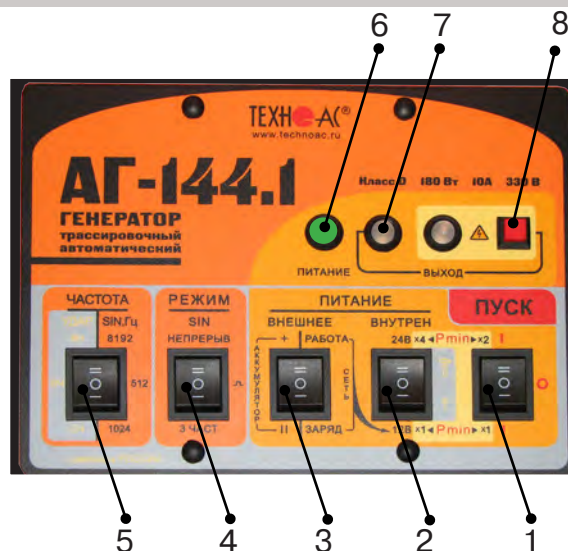

рис. 4.3
Включить питание клавишей включения питания поз. 1 **рис.4.3** в одно из положений «I», в зависимости от выбираемой мощности. При свечении индикатора «Питание» поз.6 желтым цветом следует зарядить внутренние аккумуляторы, свечение зеленым цветом - можно приступать к работе.
1) Открыть крышку. Выбрать переключателем «ЧАСТОТА» поз. 5 **рис.4.3** необходимую частоту синусоидальной генерации (512 / 1024 / 8192Гц).
2) Выбрать переключателем «РЕЖИМ SIN» поз. 4 **рис.4.3** необходимый вид синусоидальной генерации (непрерыв/  /3част).
Переключатель поз.3 **рис.4.3** установить в положение «работа».
Переключателем напряжения внутреннего питания поз.2. **рис.4.3** установить первый коэффициент выбора мощности генерации.
4) Включить питание клавишей включения питания поз. 1 **рис.4.3** в положение соответствующее второму коэффициенту выбора мощности
5) Начнется генерация и автосогласование с постепенным возрастанием напряжения на выходе. Здесь следует наблюдать за цветом индикатора «ВЫХОД» поз.7 **рис.4.3**. Если автосогласование закончилось зеленым свечением – заданная мощность достигнута. Если желтым – сопротивление нагрузки слишком велико для заданной мощности при выходном напряжении ограниченном «по умолчанию» на «безопасном» уровне 24 В.
Для запуска «неограниченного» режима следует включить питание (переключателем «ПУСК») при нажатой красной кнопке «» поз.8 **рис.4.3** и удерживать ее до засвечивания красного индикатора «». Мигание этого индикатора обозначает потенциальную «опасность». Непрерывное свечение обозначает реальное наличие на выходе напряжения $\geq 24\text{В}$.
1) Выключить питание генератора клавишей включения питания поз.1 **рис.4.3**, установив ее в положение «0».